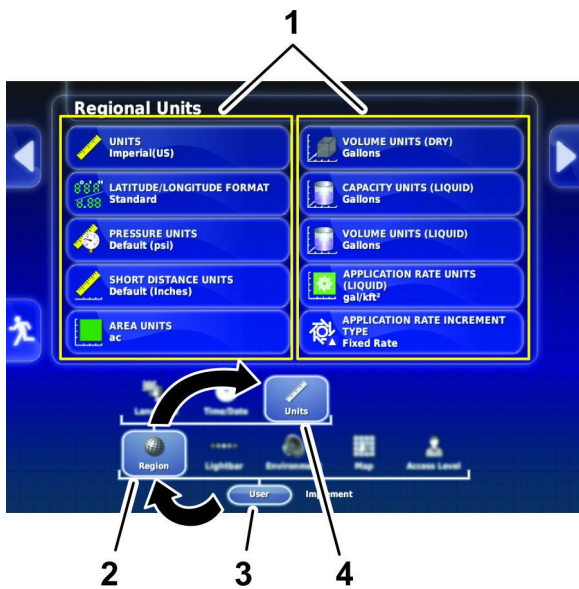

Figura 19
2. Premete l'icona Utente (Figura 19).
3. Premete l'icona Regione (Figura 19).
4. Premete l'icona Unità (Figura 19).